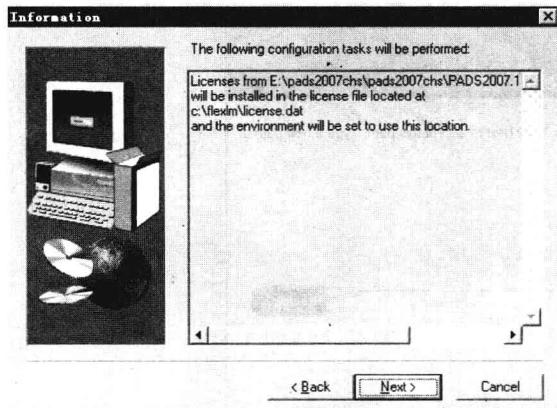

图 1-7 “Information” 对话框
⑦ 单击 按钮，会弹出“Information”对话框，在“C: \flexlm”目录下将生成“license.dat”文件，如图 1-7 所示。